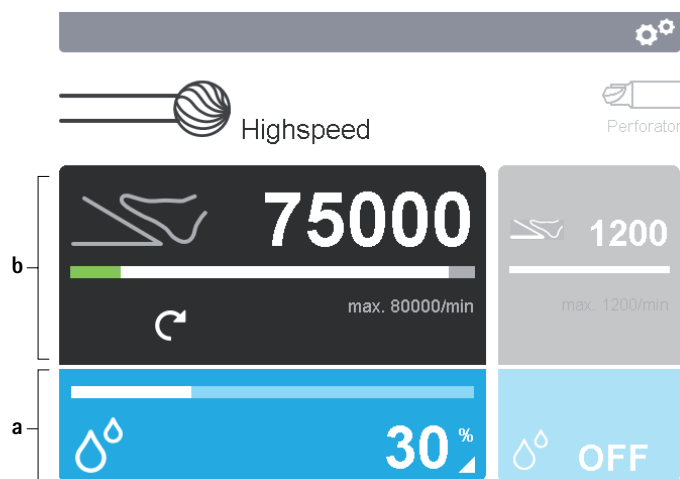

Fig. 5 Activar painéis de comando
- ▶ Alterar parâmetros de configuração da unidade de aplicação: Premir o painel de comando da unidade de aplicação **b** no mostrador 2, ver Fig. 5.